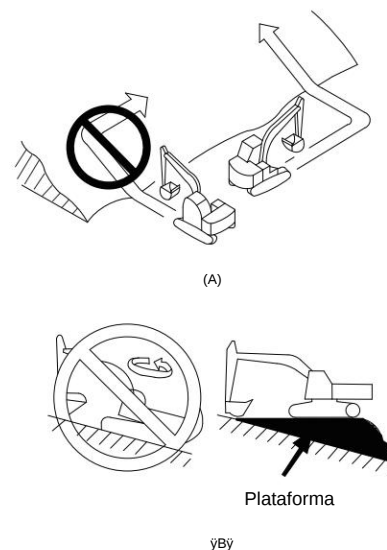

Figura 4-47
3. Não vire ou atravesse um declive, conforme mostrado na Figura 4-47 (A).
5. Quando a caçamba estiver carregada com alguma carga, será muito perigoso virar a máquina em direção a um declive. Caso tal operação seja necessária, deverá ser construída uma plataforma no talude com solo para que a máquina possa ser equilibrada durante a operação, conforme Figura 4-47(A);